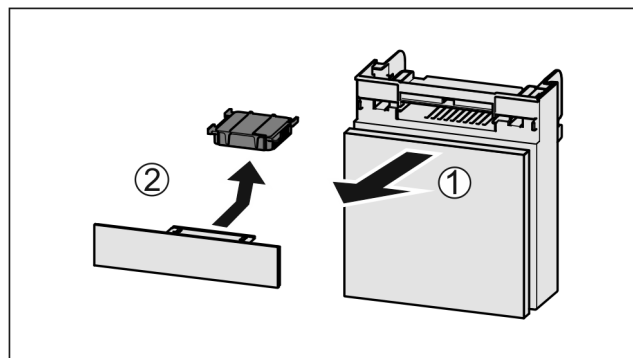

Fig. 255
- Pretinac izvucite Fig. 255 (1) prema naprijed.
- Izvadite filtir s aktivnim ugljenom Fig. 255 (2).